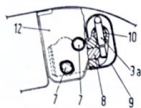

Fig. 8.10.—Modo de montar la válvula reguladora.
Para montar la válvula reguladora operar del modo siguiente (fig. 8.10).
- Comprobar que el extremo de la barra de torsión, lado tirante de anclaje (3b, fig. 8.10) se encuentra a 43 ± 5 mm del centro del asiento del taco paragolpes (2). Para realizar esta comprobación los tornillos de fijación y reglaje (7) de la válvula deben estar aflojados, y el tirante (4) de unión de la barra de torsión al brazo oscilante, desconectado del perno de anclaje (5) del brazo oscilante.
- En estas condiciones, colocar la válvula de modo que el pistón (8) se encuentre en contacto con el extremo (3a) de la barra de torsión.
- Apretar los tornillos de fijación (7) de la válvula a la abrazadera (12) con 2,5 m.Kg.